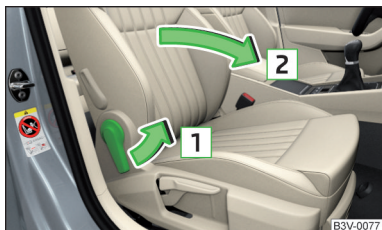

Fig. 68
- Pentru **rabatarea înainte**, trageți maneta în sensul săgeții **1** și rabatați spătarul în față, în sensul săgeții **2** » fig. 68. Elementul de blocare trebuie să se fixeze cu un declic.